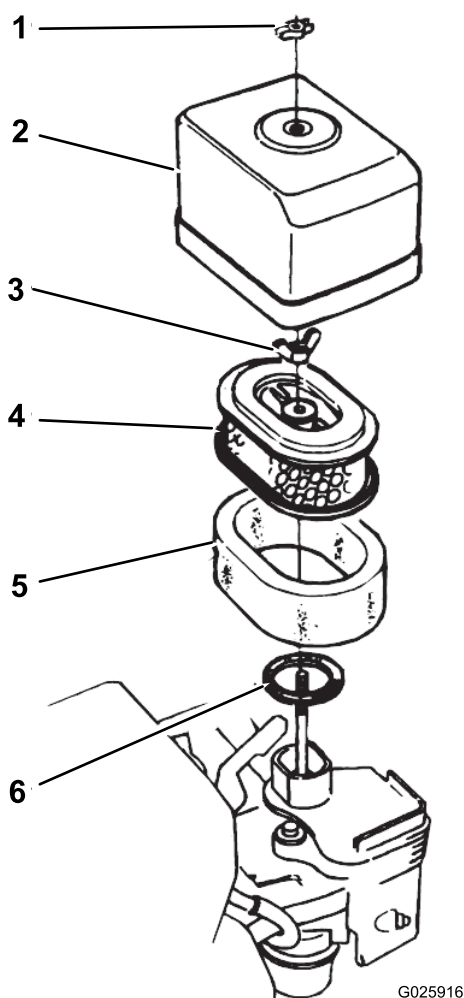

Figura 31
2. Retire a porca de orelhas que fixa a cobertura do filtro de ar e retire a cobertura (Figura 31).
4. Retire a porca do filtro de ar e retire o filtro (Figura 31).
5. Retire o filtro de esponja do filtro de papel (Figura 31).